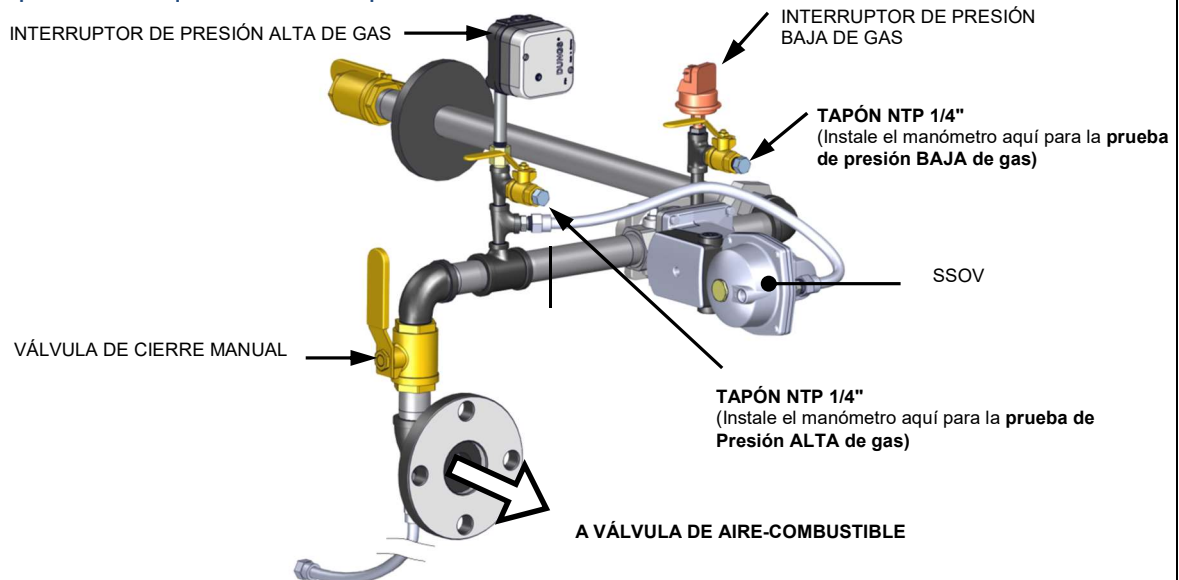

Figura 5-1: Prueba de Presión Baja y Alta de Gas (se muestra el tren de gas de INN600-1060)
Para simular una falla de presión baja de gas, consulte la Figura 5-1 y siga los siguientes pasos:
1. Consulte la Figura 5-1 y asegúrese de que la válvula de bola de detección de fuga localizada en el interruptor de **Presión Baja de Gas** está cerrada.
Para simular una falla de presión alta de gas, consulte la Figura 5-1 y siga los siguientes pasos:
1. Retire el tapón de 1/4" de la válvula de bola de detección de fuga localizada en el interruptor de **Presión Alta de Gas**, que se muestra en la Figura 5-1.